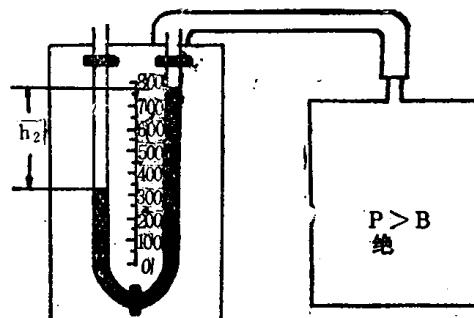

图2—5 容器内压力低于大气压力
如图2—2所示，则压力(压强)为：
用U型压力计测量系统压力的方法如下：U型压力计没有与受压密闭容器相连时，两端液体受大气压力的作用液柱相等，如图2—3所示。若将管的一端与受压密闭容器相连时，右端液面向左压，两端形成液柱差，如图2—4所示。容器内绝对压力越大，则液柱差 $h_1$ 越高， $h_1$ 表示容器内压力大于大气压B的数值。此差值 $h_1$ 就是表压。
如果容器内绝对压力小于大气压力，在大气压B的作用下，液面从左面向右面压，如图2—5所示。容器中绝对压力越小，两端液柱差 $h_2$ 越高， $h_2$ 就是真空度。
**例2—3** 图2—4的U型压力计内液体为水银，两端液柱差 $h_1 = 50 \text{ mmHg}$ ，当地大气压力为 $622 \text{ mmHg}$ 。试求容器中气体的绝对压力是多少？
**例2—4** 图2—5的U型压力计内液体为水银，两端液柱差 $h_2 = 640 \text{ mmHg}$ ，当地大气压力为 $662 \text{ mmHg}$ ，试求容器内气体的绝对压力是多少？